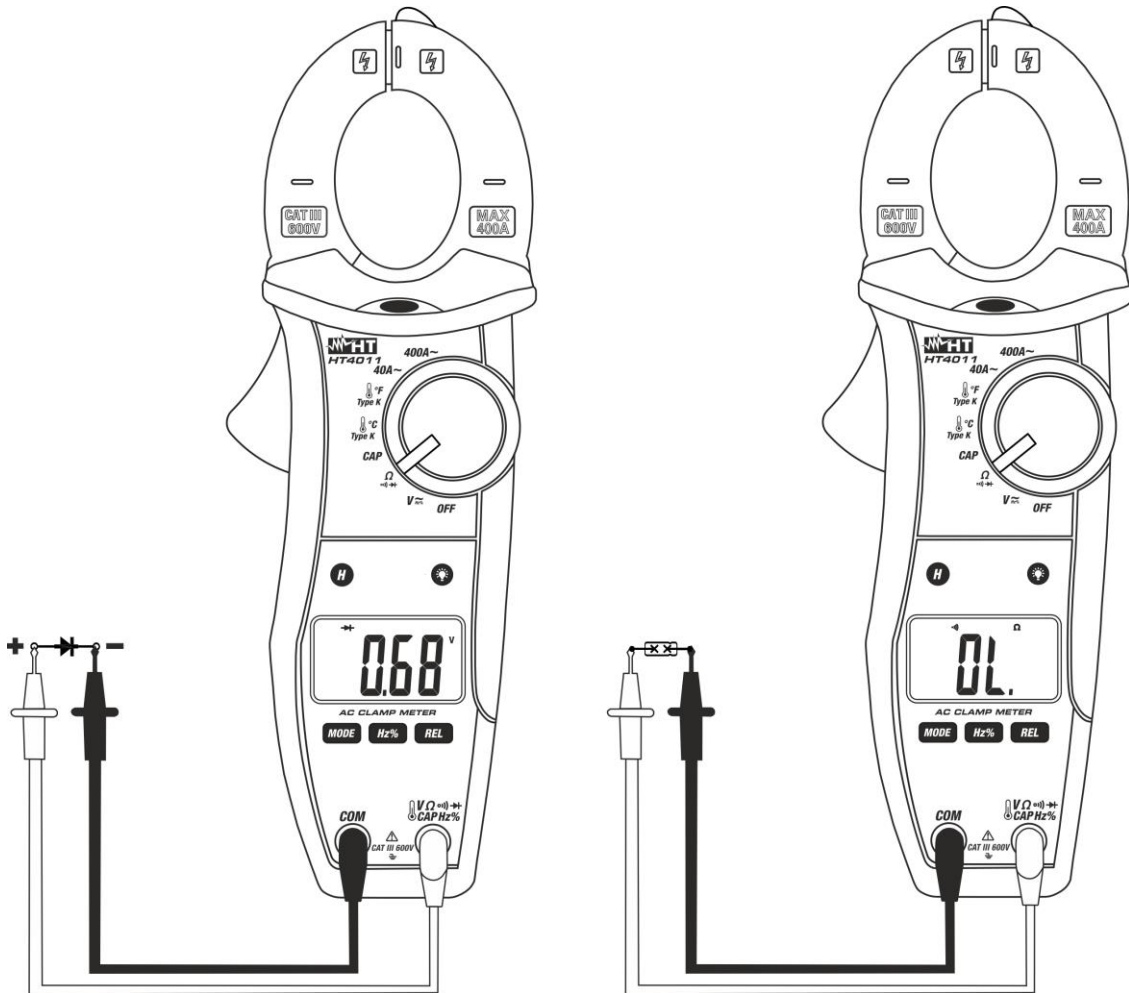

Abb. 2: Verwendung der Zange für Durchgangstest und Dioden-Test
3. Verbinden Sie die rote Messleitung mit der $V\Omega \rightarrow \rightarrow \rightarrow$ **CAPHz%** Eingangsbuchse, und die schwarze Messleitung mit der **COM** Eingangsbuchse und führen Sie den Durchgangstest des zu messenden Objekts durch (siehe Abb. 2 – rechte Seite). Der Summer ertönt, wenn der Wert des gemessenen Widerstands niedriger als 150 ist. Ω